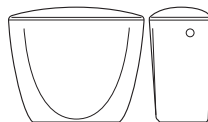

Рис.8
- кнопочный или с верхним пуском с боковой подводкой высокий (рис. 8).